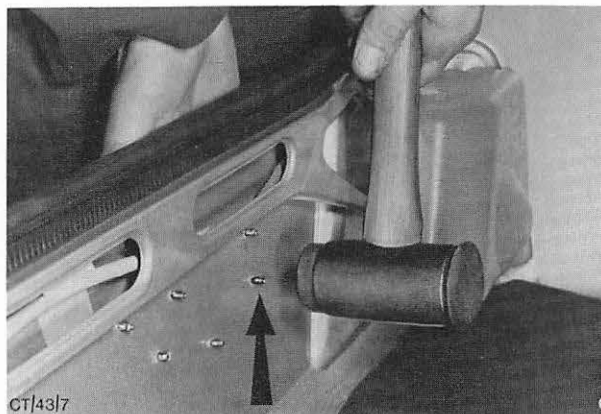

Abb. 12 Buchstaben mit einem Gummihammer vom Rückwandblech heraustreiben.
1. Kofferraumdeckel öffnen und Haltestifte der Buchstaben vorsichtig aus dem Rückwandblech heraustreiben. Abb. 12.